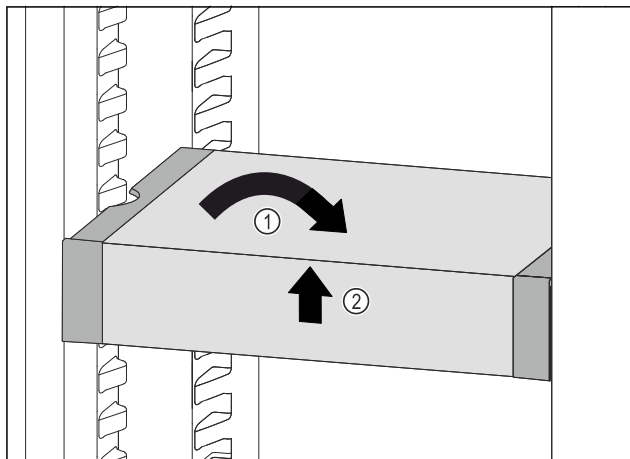

Fig. 55
- ▶ Predal VarioSafe postavite ravno. Fig. 55 (1)
- ▶ Predal VarioSafe dvignite spredaj. Fig. 55 (2)